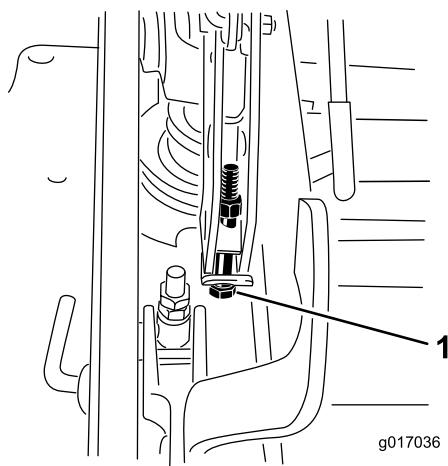

Figura 90
13. Si la carcasa está demasiado baja, apriete el perno del ajuste de un solo punto girándolo en el sentido de las agujas del reloj. Si la carcasa está demasiado alta, afloje el perno del ajuste de un solo punto girándolo en el sentido contrario a las agujas del reloj (Figura 90).